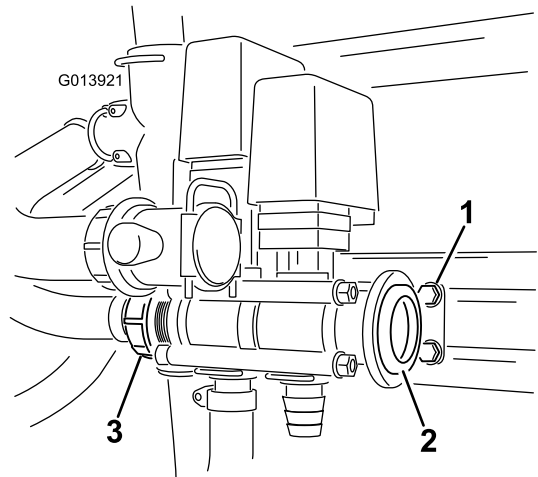

Рисунок 7
16. Затяните все болты в перекрестном порядке небольшими приращениями, чтобы обеспечить правильную посадку уплотнительного кольца и предотвратить утечки. Убедитесь, что кронштейн свободно регулируется, когда клапаны состыкованы. (Рисунок 7). Максимальный момент затяжки 271-339 Нсм
19. Вставьте прокладку в переходник и поместите ослабленный хомут с червячным зажимом на корпус переходника (Рисунок 7).